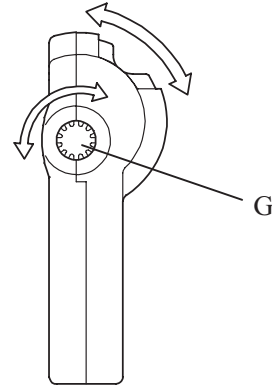

Fig.9-7
Le bouton (G) sur levier de commande est un positionneur de manette des gaz. (Fig. 9-7)